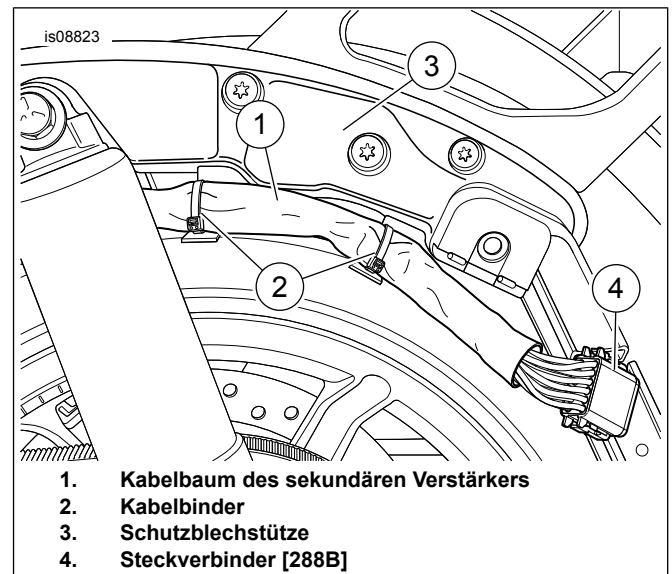

Abbildung 10. Kabelbaumverlegung
1. Siehe Abbildung 10. Den fahrzeugseitigen Verstärkerkabelbaum (1) beginnend mit dem Fahrzeug im Befestigungsbereich der Satteltasche verlegen. Den Kabelbaum entlang der Schiene der Satteltaschenhalterung um das Hinterrad Zahnrad verlegen.